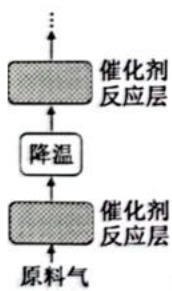

图 1
①在条件 1 下，水煤气变换反应的平衡常数 $K = \underline{\hspace{2cm}}$ 。
②对比条件 1，条件 2 中 H_2 产率下降是因为发生了一个不涉及 CO_2 的副反应，写出该反应方程式_____。
(3) 下列说法正确的是_____。
(4) 水煤气变换反应是放热的可逆反应，需在多个催化剂反应层间进行降温操作以“去除”反应过程中的余热(如图 1 所示)，保证反应在最适宜温度附近进行。